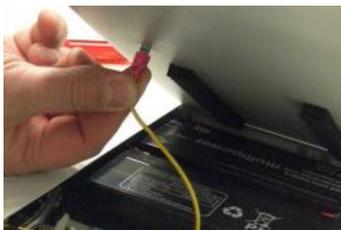

Abb. 50: Erdungsstecker
6. Erdungsstecker vom vorderen und hinteren Deckel lösen (Abb. 50).